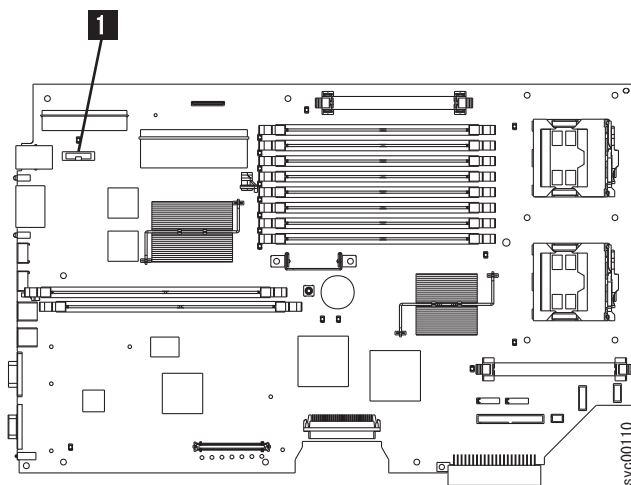

図 137. SAN ボリューム・コントローラー 2145-8F2 または SAN ボリューム・コントローラー 2145-8F4 上の CMOS バッテリーの位置
5. バッテリー **1** をシステム・ボード上で見つけます。168 ページの図 137 には、このバッテリーのロケーションを記載してあります。